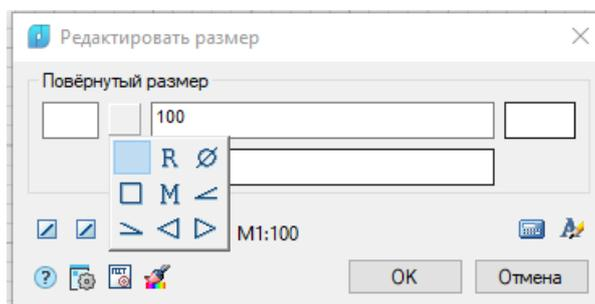

Рис. 81. Окно редактирования размера
**размер** (вызывается двойным щелчком по размерному числу), щёлкаем по размеру, затем по кнопке *Символ*), и выбираем в раскрывающемся списке знак диаметра – Ø (рисунок 81).